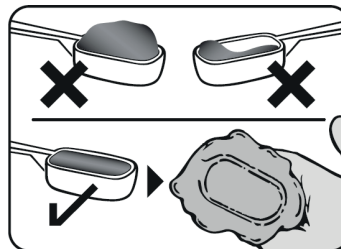

Fig. 1
- Mit dem Messlöffel die erforderliche Menge **Zetalabor/Titanium** entnehmen und auf die Handfläche geben (Hinweis: der Messlöffel muss gestrichen voll sein) (Abb. 1).